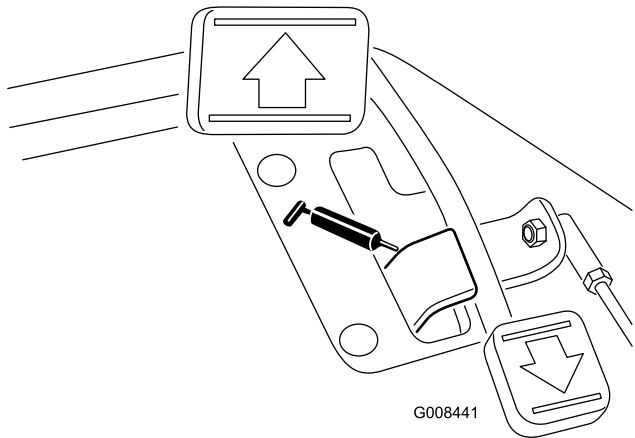

Figura 36
- Pivote del pedal de tracción (1) (Figura 36)